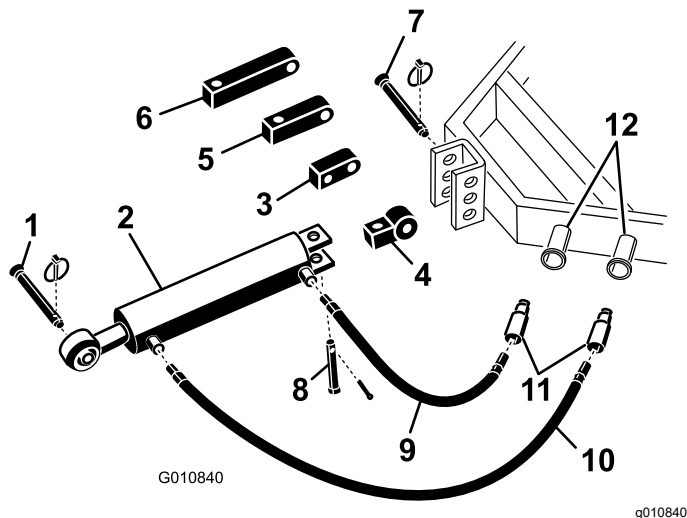

Figura 5
1. Fixe a extremidade de ligação do braço de ligação do hidráulico à unidade de tração com os pinos fornecidos com a unidade de tração (Figura 5).
Nota: Se tiver de posicionar o cilindro hidráulico com as portas voltadas para cima, utilize o bloco rotacional em vez do bloco de montagem padrão para reposicionar o cilindro (Figura 5). Poderá ter de utilizar uma união hidráulica de 90° em vez do bloco rotacional (as uniões de 90° não estão incluídas).
- A. Retire o contrapino e o pino que fixam a ligação padrão ao cilindro (Figura 5). Retire a ligação do cilindro.
- B. Instale o bloco rotacional no cilindro com os pinos previamente retirados (Figura 5).
2. Ligue a mangueira hidráulica comprida, de 106 cm, à porta da articulação superior hidráulica que está mais perto do arejador (Figura 5). Aplique fita ou composto vedante de roscas nas roscas da mangueira para evitar quaisquer fugas.
3. Ligue a mangueira hidráulica curta, de 76 cm, à porta da articulação superior hidráulica que está mais perto da unidade de tração (Figura 5). Aplique fita ou composto vedante de roscas nas roscas da mangueira para evitar quaisquer fugas.
Se o cilindro hidráulico não chegar ao suporte de montagem do arejador, utilize um bloco de extensão em vez do bloco de montagem padrão para ligar o cilindro à unidade de tração (Figura 5).
- Retire o contrapino e o pino que fixam a ligação padrão ao cilindro (Figura 5). Retire a ligação do cilindro.
- Instale o bloco de extensão com o comprimento necessário no cilindro com os pinos previamente retirados (Figura 5).